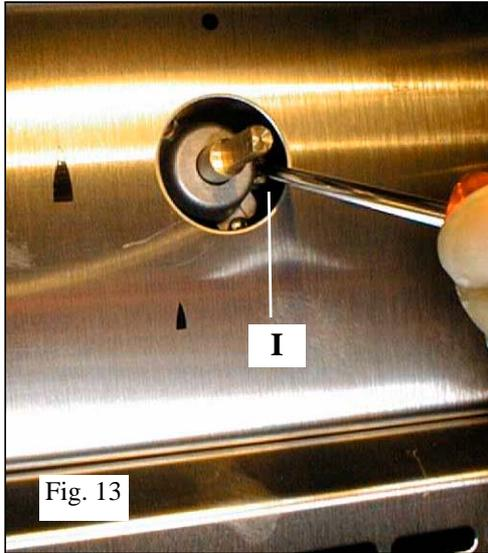

Fig. 13
(FR) Après raccordement ou changement de gaz, il est **impératif** de reprendre ce réglage. Déposer la manette, allumer le brûleur, passer en position min., puis agir à l'aide d'un tournevis sur la vis de réglage **I** (fig. 13).
(GB) After connection or change of gas, it is **crucial** to modify this adjustment. Remove the control knob. Light the burner, adjust to minimum setting, then use a small screwdriver to set the adjusting screw **I** (Figure 13).